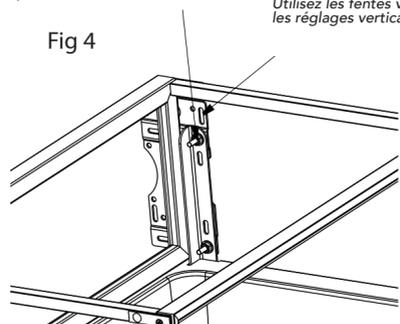

Fig 4
Vertical mounting slots in the bracket that attach directly to the door can be used for vertical adjustment (See Fig 4).
Horizontal adjustment is achieved by loosening all (4) of the 3/8" nuts that connect to the (2) brackets and moving the door left to right as needed (See Fig 4).
Vous pouvez utiliser les fentes de montage vertical qui se posent directement sur la porte pour effectuer le réglage vertical (voir la fig. 4).
Vous pouvez effectuer le réglage horizontal en desserrant tous les boulons de 3/8 po (0,9 cm) fixés aux supports (2), puis en déplaçant la porte de gauche à droite, au besoin (voir la fig. 4).